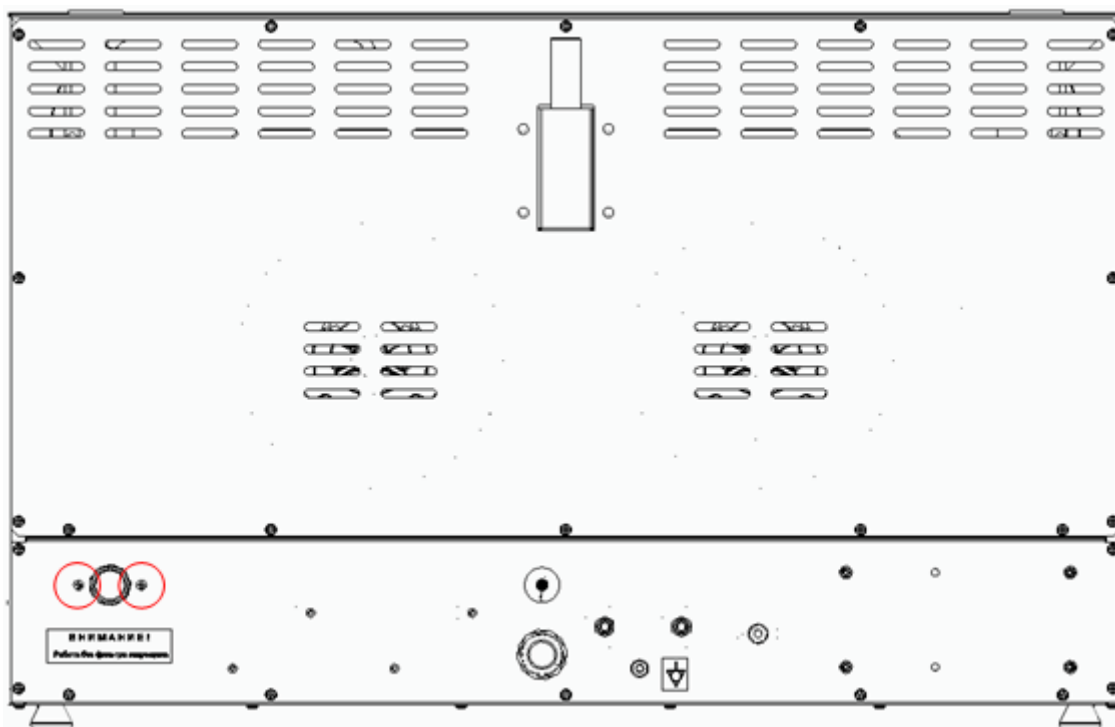

Рис. 2
10. Используя отвертку с крестовым шлицем, снять винты крепления (2 шт.) клапана электромагнитного (см. рис. 2).
41. Клапан электромагнитный зафиксировать винтами (см. рис. 2) на щит монтажный при помощи отвертки с крестовым шлицем.